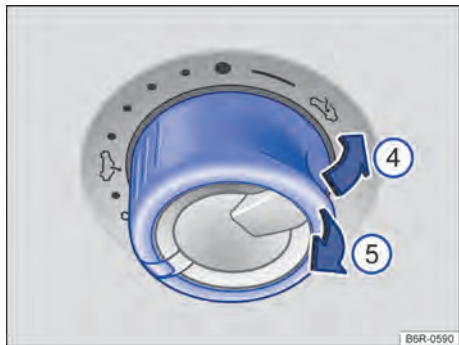

Fig. 65 No revestimento do teto: interruptor para levantar o teto de vidro.
- **Levantar totalmente:** pressionar brevemente a parte de trás do interruptor → **Fig. 65** **ⓔ**.
- **Parar o curso automático:** pressionar ou puxar brevemente o interruptor → **Fig. 65** **ⓔ** ou → **Fig. 65** **ⓔ** novamente.
- **Fechar totalmente:** puxar brevemente a parte de trás do interruptor → **Fig. 65** **ⓔ**.
- Dentro de aproximadamente 5 segundos após a liberação do limitador de força, puxar a parte de trás do interruptor no sentido da seta → Fig. 65  até que o teto de vidro esteja completamente fechado.